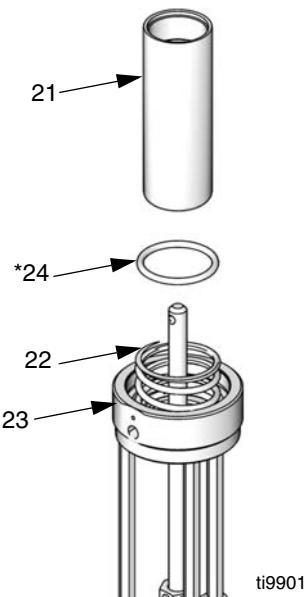

Рис.16
- 7 Снять пневмопоршень (21) с верхней части основания пневмодвигателя (23). Снять уплотнительное кольцо (24*) с основания пневмодвигателя. Проверить все детали, включая пружину (22), в основании пневмодвигателя на повреждения. См. Рис.16.